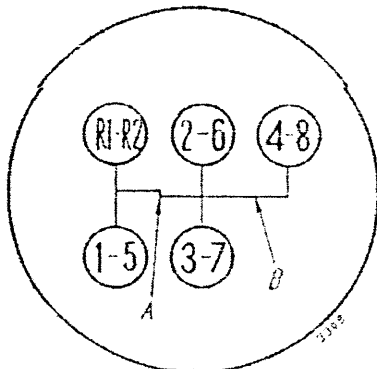

Bild 14
Getriebschalthebel (17) in Neutralstellung bringen, siehe Bild 14 Linie „B“.
Es wird noch darauf hingewiesen, daß die Stellungen des Getriebeschalthebels bei den Gängen 5 bis 8 die gleichen sind, wie die der Ackergänge 1 bis 4. Maßgebend, ob es sich um die Straßengänge 5 bis 8 und R2 oder um die Ackergänge 1 bis 4 und R1 handelt, ist nur die Stellung des Handhebels. Bild 14 zeigt die möglichen Stellungen des Getriebeschalthebels.
Die Neutralstellung des Schalthebels befindet sich auf der Querlinie „A“ und „B“, Bild 14.